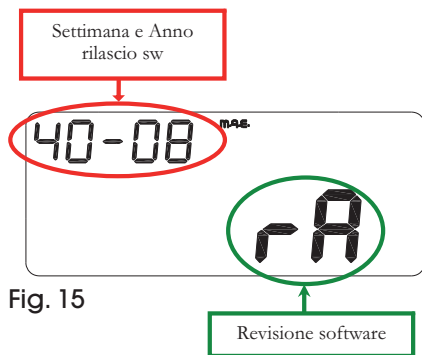

Fig. 15
- 1^a pagina (ad ogni collegamento con la batteria veicolo): Versione e data di rilascio del software (per circa 3 secondi) (fig. 15).
- 1st page (at every connection with vehicle battery): Software version and date of issuing (for approx. 3 seconds) (fig. 15).